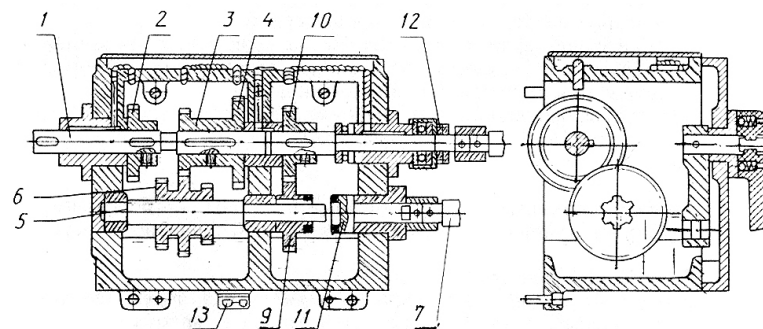
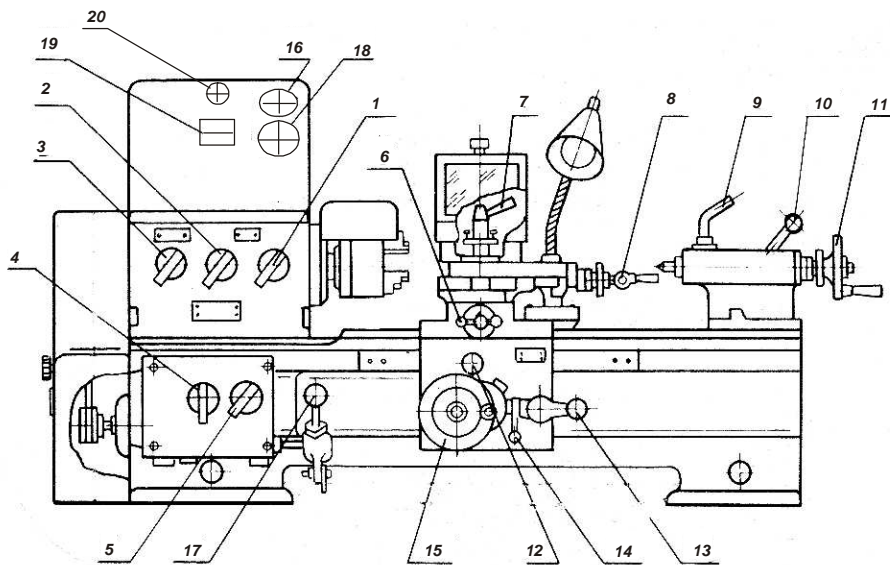

Рис. 6. Коробка подач
Рис. 2. Схема расположения органов управления
В положении, указанном на рис. 6, осуществляется вращение ходового винта.
В передней бабке смонтировано устройство, позволяющее изменять направление перемещения суппорта — реверсировать подачу. Реверсирование производится перемещением шестерни 15 в левое и правое крайние положения рукояткой 3 (рис. 2).
Движение от шпинделя станка через передаточный механизм (гитару) передается валу 1 коробки подач (рис. 6).
При повороте рукоятки 4 (рис. 2), которая имеет три фиксированных положения, блок-шестерня 6 перемещается по шлицам вала 5 и ее венцы поочередно входят в зацепление с шестернями 2, 3, 4. неподвижно сидящими на валу 1 (рис. 6).
На валу 8 находятся блок-шестерни 9 и 10, которые перемещаются по шлицам вала при помощи рукояток 1 и 2 (рис. 2). Рукоятка 1 имеет три фиксированных положения, получаемые поворотом вправо и влево.
Позиция на рис. 2	Органы управления и их назначение
- 1.5.1. Общий вид станка с обозначением органов управления представлен на рис. 2